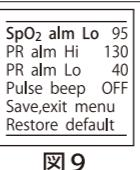
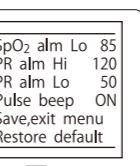

図9
図10
- 本器の電源が入った状態で約1秒間、ファンクションボタンを押し続けるとパラメータの設定画面(図9)が表示されます。
(図9)の「SpO₂ alm Lo」にて酸素飽和度(SpO₂)の下限値を設定します。また、「PR alm Hi」にて脈拍数(PR)の上限値、「PR alm Lo」にて脈拍数(PR)の下限値を設定します。
(図9)の「Pulse beep」を「ON」にすると酸素飽和度(SpO₂)と脈拍数(PR)の測定に合わせて電子音が鳴ります。
(図9)にて「Restore default」を選択し、約1秒間ファンクションボタンを押し続けるとパラメータの設定が初期設定(図10)に戻ります。